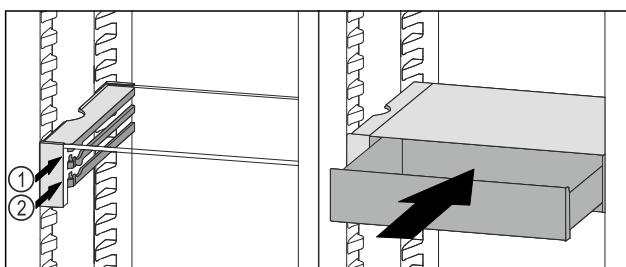

Fig. 109
- VarioSafe-Schubfach hinter den Stopfern auf gewünschter Rippe Fig. 109 (1) oder Fig. 109 (2) aufsetzen.